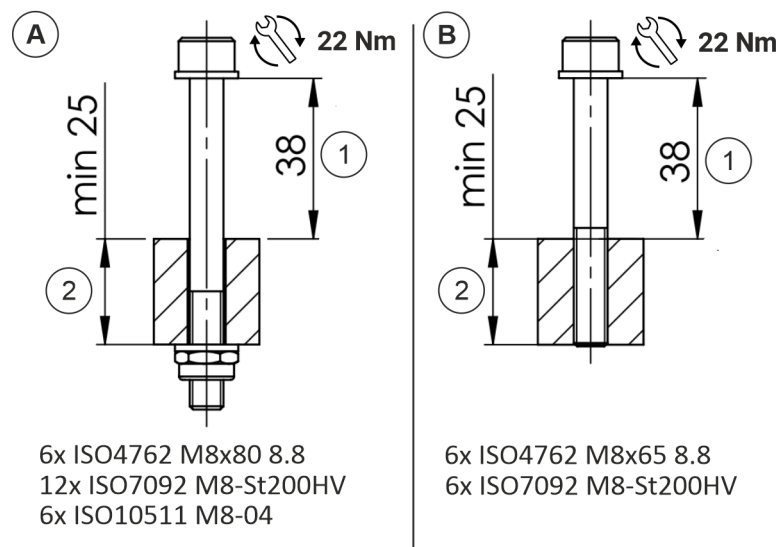

Abb. 41 Verschraubung der Roboterbasis (Befestigungselemente)
- Es ist sichergestellt, dass die Schrauben für die Verschraubung von Roboterbasis und Montageplatte die Vorgaben in **Abb. 41** erfüllen.
- Dabei hinsichtlich der Schraubenlänge beachten, dass die Roboterbasis eine Lochtiefe von **38 mm** **Abb. 41** / ① aufweist.